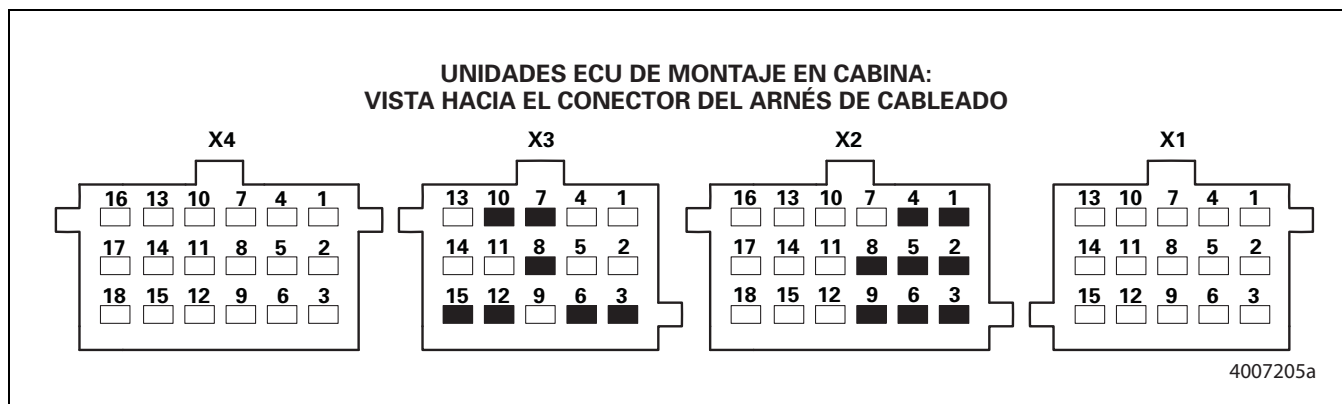
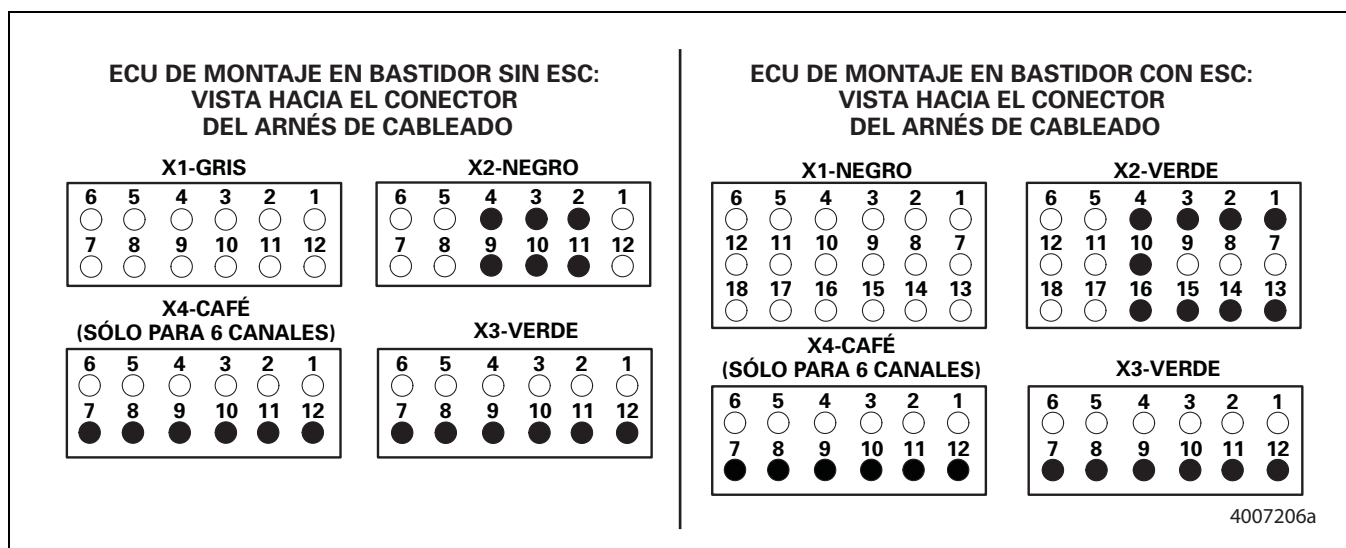

Figura 3.17
Figura 3.18
- Revisar el arnés y la válvula moduladora de la ECU, juntos para ver su resistencia. Figura 3.17 y Figura 3.18.